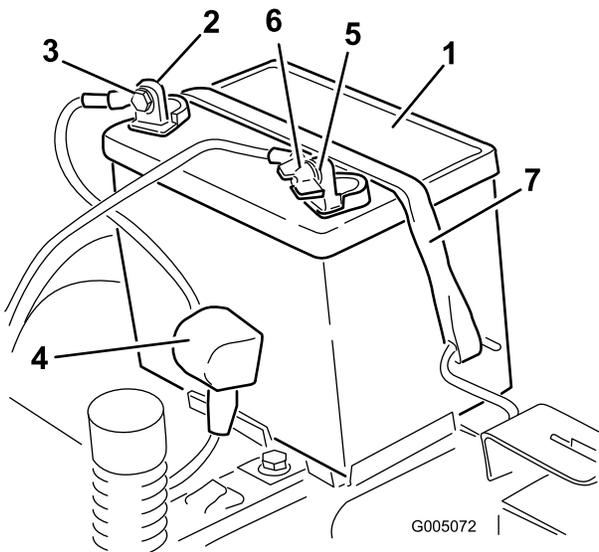

Figura 42
- Desconecte el cable negativo de tierra (negro) del borne de la batería (Figura 42).
- Desconecte el cable positivo (rojo) del borne de la batería (Figura 42).
- Retire la correa de sujeción de la batería (Figura 42) y levante la batería para retirarla de su bandeja.
- Coloque la batería en la bandeja (Figura 42).
- Fije la batería con la correa de sujeción (Figura 42).